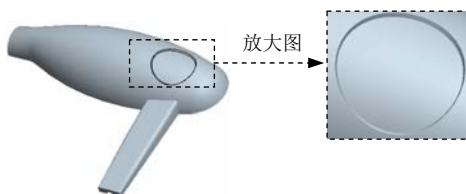

图 6.7.71 创建局部偏移
Step24. 在面组 1234 上创建图 6.7.71 所示的局部偏移。